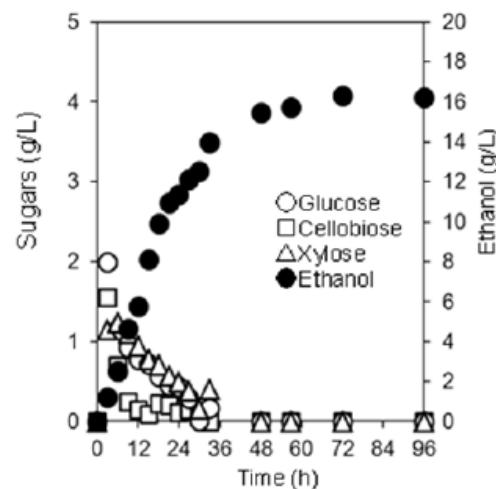

図1 前処理済み稻藁の低温性セルラーゼと改良型FSC3株による平行複発酵
- 一連の研究の成果を組み合わせて実験を行ったところ、エタノール生成は発酵48時間で完全に糖化された（図1）。エタノール収率は、0.324 (g/g-前処理済み稻藁) であった（前処理済み稻藁は、菌体増殖にも使われた）。